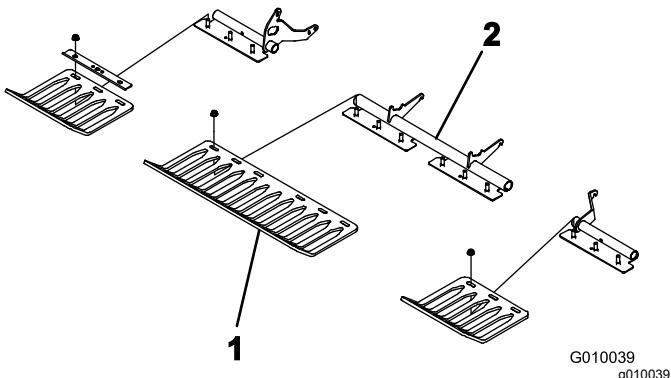

Figura 25
4. Instale, sem apertar, os protetores de relva nos suportes dos protetores de relva com 4 braçadeiras para os suportes de relva e 12 porcas flangeadas (Figura 25). Não aperte os dispositivos de fixação.
Nota: Os grampos de fixação do protetor de relva são fornecidos de fábrica e as porcas flangeadas vêm nos suportes do protetor de relva (Figura 25).